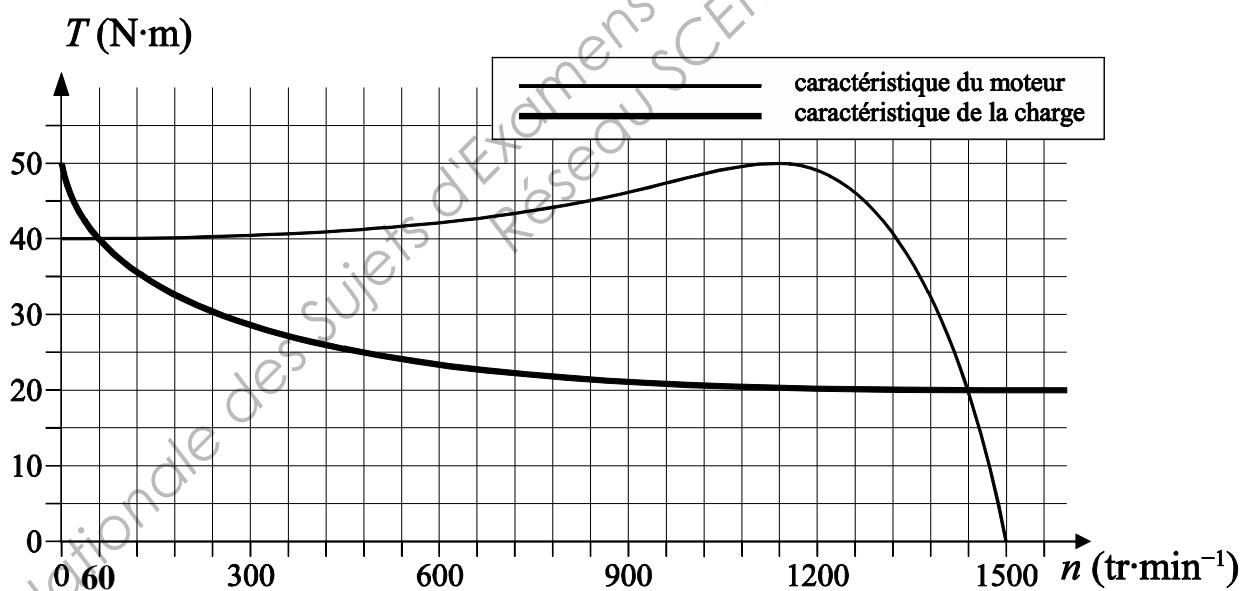

Figure 2 : caractéristiques du moteur et de la charge
- a. Indiquer, sur la figure 2 du document réponse, le point de fonctionnement du moteur.